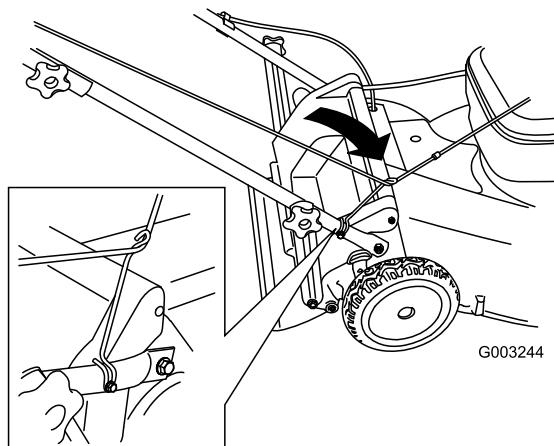

Bild 23
3. Verlegen Sie das Starterkabel um die untere Kabelführung (Bild 23).